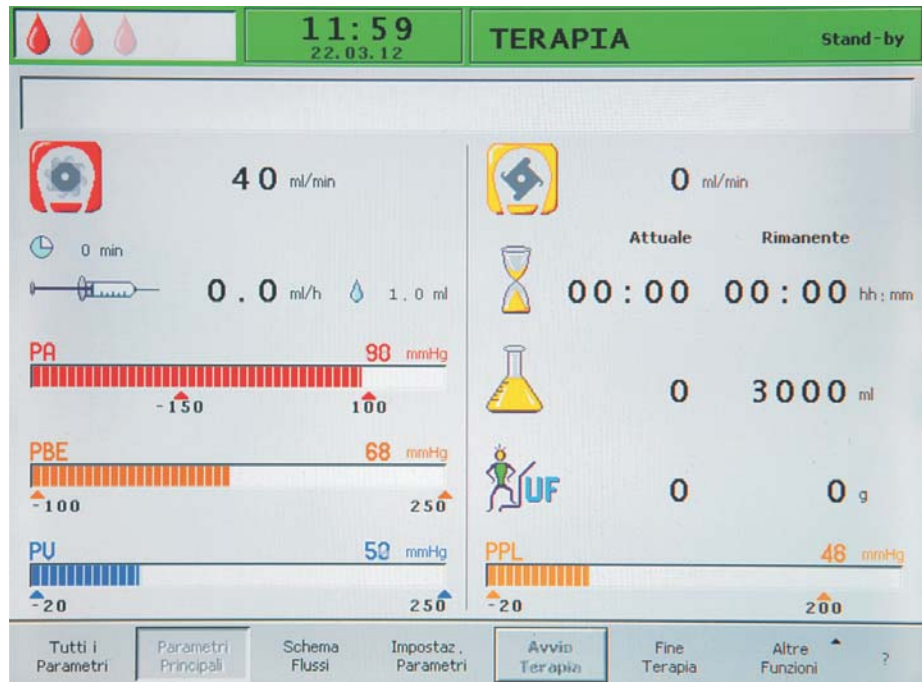

Fig. 2-11 Videata dei parametri principali
- Parametri principali (Fig. 2-11)
Il display visualizza di default la videata *Parametri Principali* (Fig. 2-11).